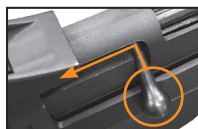

ilustración 5a
- Amartille el rifle de aire tirando del cerrojo completamente hacia atrás. El rifle debería hacer click indicando que está amartillado. **(ilustración 5a)**